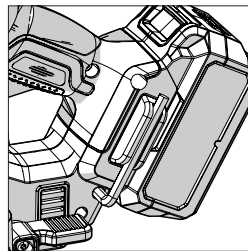

Fig. 1
- Localice la llave Allen de cambio de hoja que se suministra, situada en el compartimento de almacenamiento integrado. (Fig. 1)